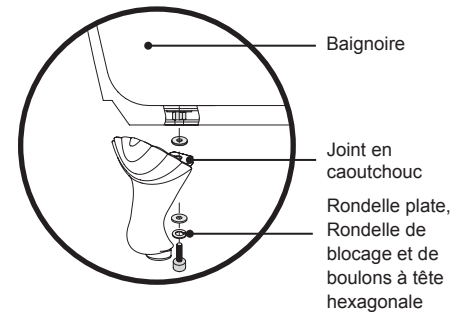

Figure 8. Ball and Claw pieds de montage
- Mettez la baignoire à l'envers sur un revêtement protecteur et fixez les quatre (4) pieds quatre pieds (Figure 8).
- En utilisant une rondelle plate, rondelle de blocage vis à tête hexagonale et, fixer le cadre en métal de la baignoire. Répétez cette étape pour les trois autres (3) pieds.
- Une fois tous les quatre (4) pieds ont été installés, utiliser une clé Allen (fournie) et serrer tout le matériel de montage.